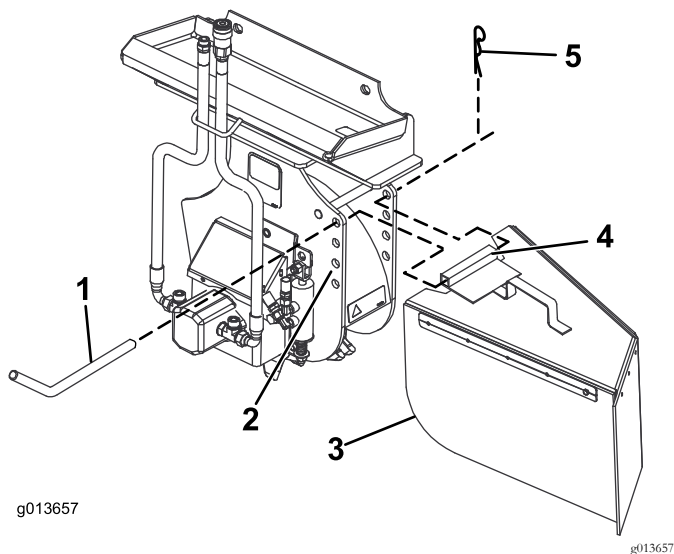

Figure 7
- Insérez la broche du protecteur dans les trous de la broyeuse et le tube de montage (Figure 7).
- Fixez la broche avec une goupille fendue (Figure 7).
La broyeuse de souche possède 4 jeux de trous pour le montage du protecteur anti-copeaux (Figure 7). Remontez le protecteur (trous supérieurs) pour broyer au ras du sol et baissez-le (trous inférieurs) pour broyer les souches plus hautes. Montez le protecteur anti-copeaux comme suit :
- Placez le tube de montage sur le protecteur, entre 2 trous de la broyeuse (Figure 7).